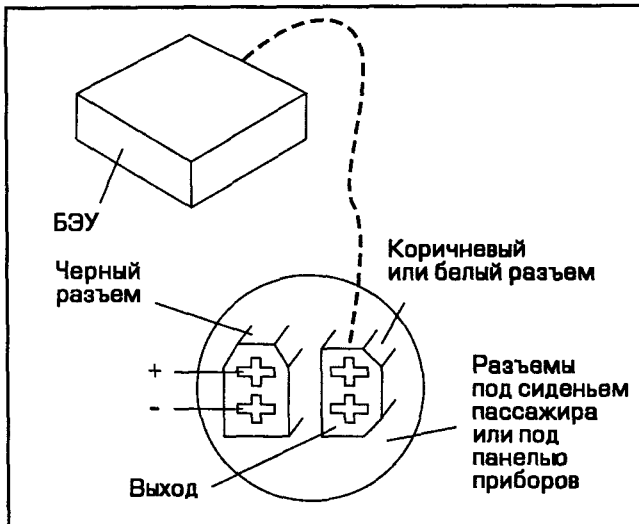
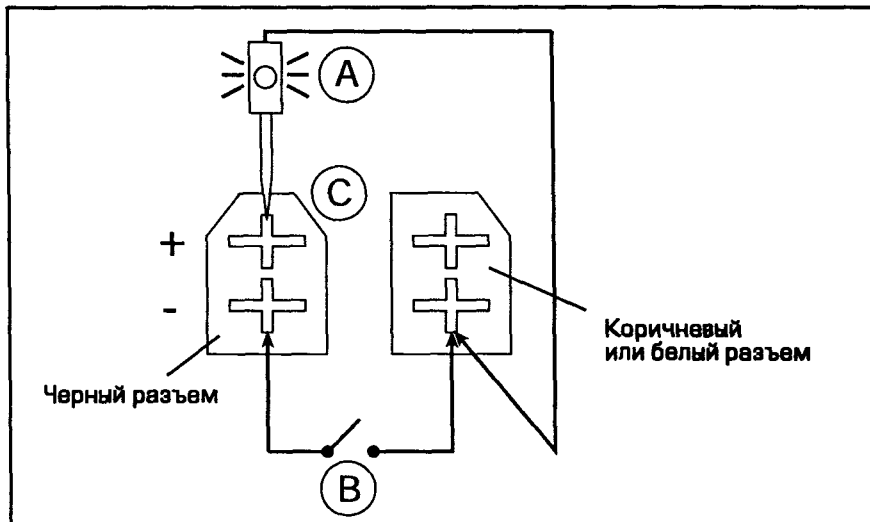

Рис. 30.1. Расположение диагностического разъема под панелью приборов
Рис. 30.3. Извлечение кодов неисправностей для системы Mono-Jetronic
Два диагностических разъема расположены под лицевой панелью или в углублении, рядом с выключателями на панели приборов (см. рис. 30.1). Разъемы предназначены для
- 1 Подключите вспомогательный выключатель к клеммам диагностического разъема (см. рис. 30.1). Если на автомобиле нет сигнальной лампочки, подключите светодиод к положительной клемме аккумулятора и клемме диагностического разъема (см. рис. 30.3).